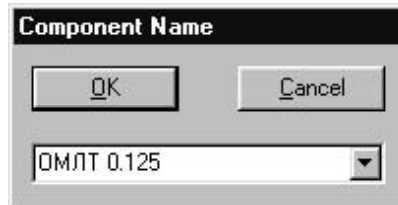

Рис.4.8.4
• Выполнить команды **Component/Save** и, нажав кнопку ОК, записать в библиотеку созданный библиотечный элемент под именем ОМЛТ-0.125 (рис.4.8.4).